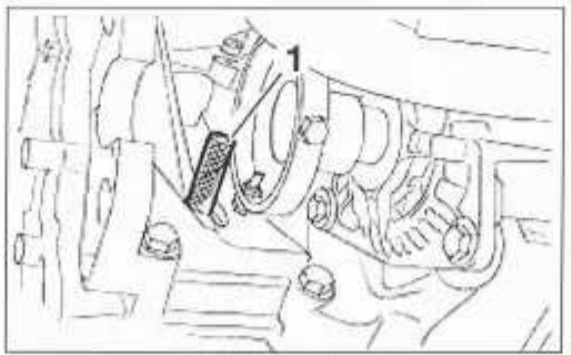
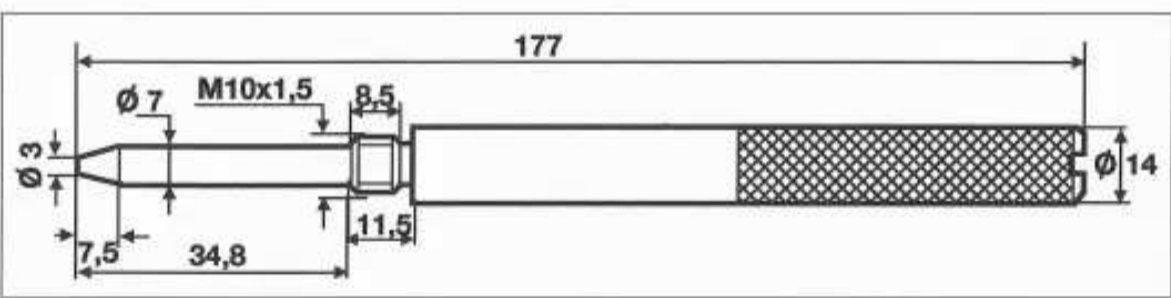

FIG. 12
FIG. 13
- Desmontar el tapón situado en la parte delantera derecha del bloque motor, delante del alternador y debajo de la bomba de inyección, y sustituirlo por un pasador apropiado (1) (fig. 12) (útil Ford 21-104, ver cotas de fabricación (fig. 13)).
- Girar el cigüeñal, en el sentido horario, para llevarlo al PMS en tope contra el pasador (1) (fig. 12).
nal y continuar girando este último para hacer tope contra el pasador (la marca de la polea de cigüeñal debe estar alineada) (ver fig. 12).